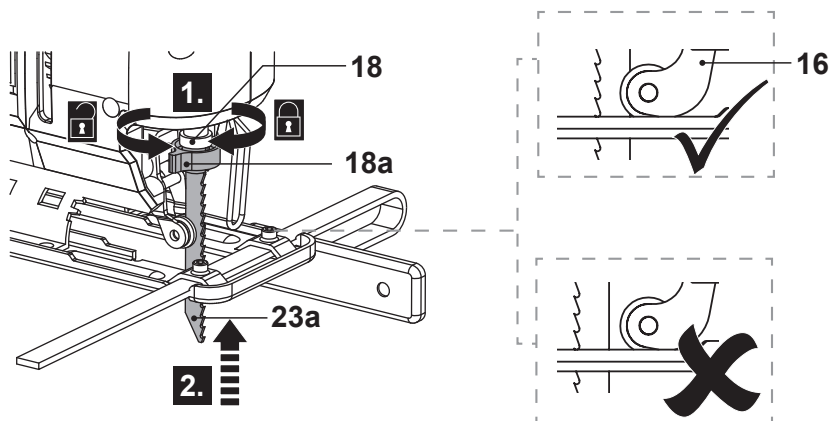

Fig. 1
- > Apăsăți maneta de eliberare (18a) și țineți-o în poziție (Fig. 1, pasul 1).
- > Introduceți Lama de ferăstrău necesară (23a, 23b) în soclul de unealtă (18) până la capăt (Fig. 1, pasul 2). Asigurați-vă că marginea lamei stă corespunzător împotriva ghidajului lamei (16).